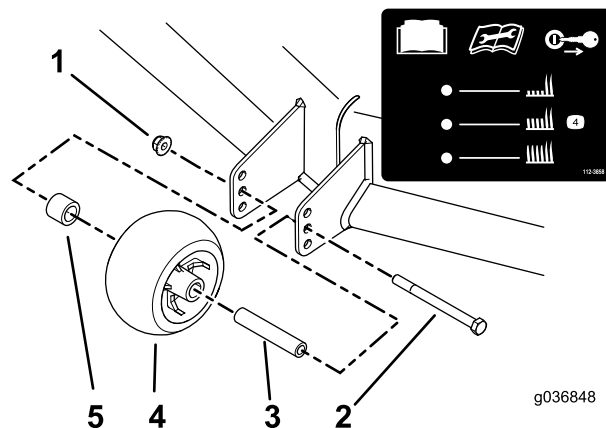

Figure 34
- Réglez les galets anti-scalp comme montré à la Figure 34.